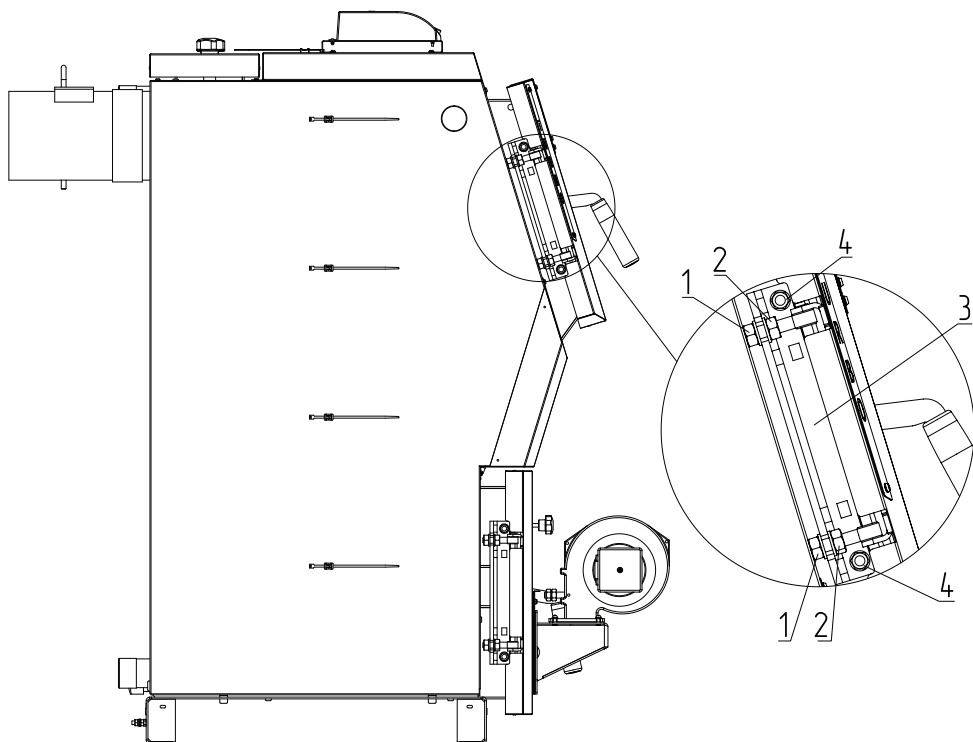

Рис.7 Регулировки петли дверцы загрузочной
- Ослабить гайки (**Рис.7, поз.1**);
- Вращая гайки (**Рис.7, поз.2**) установить необходимое прилегание к арке двери;
- После установки необходимого прилегания к арке двери, затянуть гайки (**Рис.7, поз.1**).
- После установки горизонтального положения двери или наклон относительно горизонта, затянуть гайки (**Рис.7, поз.1**).
- Ослабить гайки (**Рис.7, поз.4**);
- Установить нужную высоту двери перемещая петлю двери вверх или вниз (**Рис.7, поз.3**).
- После установки высоты двери, затянуть гайки (**Рис.7, поз.4**).